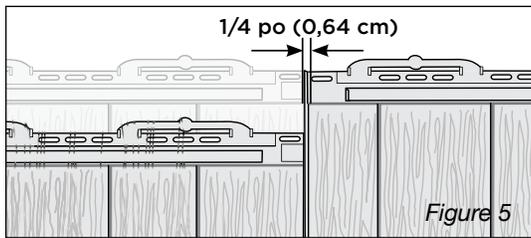

Figure 5
4. Installez le panneau suivant en le positionnant sous la bande de départ et à côté du premier panneau. Poussez vers l'intérieur et vers le haut pour verrouiller le panneau dans la bande de départ, comme indiqué dans la figure 5. Espacez le deuxième panneau en fonction de sa température et selon les lignes indicatrices de température correspondantes (Figure 7). Tapotez doucement l'extérieur des patins HammerAssist™ pour positionner correctement le panneau à gauche ou à droite.